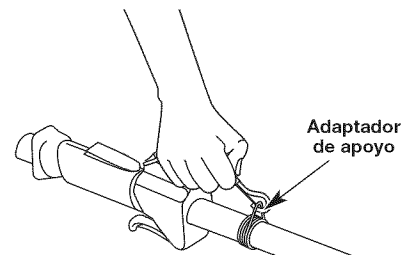

Fig. 11
3. Coloque el arnés por encima de su cabeza y sobre su hombro. Abroche en el adaptador de apoyo (Fig. 11).